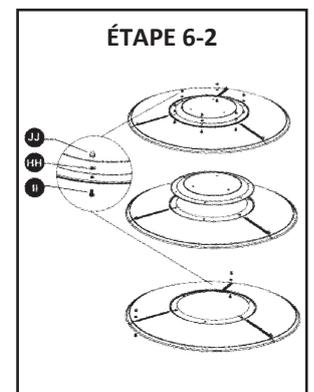
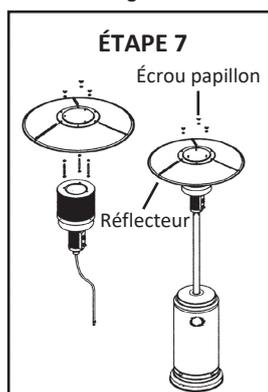

Fig. 13
Fig. 14
Étape 6-2 (Fig. 13)
2. Insérer un boulon M6x10 (II).
3. Glisser une rondelle $\Phi 6$ sur l'extrémité filetée du boulon M6x10 (II) et visser les écrous borgnes (JJ) sans les serrer.
Étape 7 (Fig. 14)